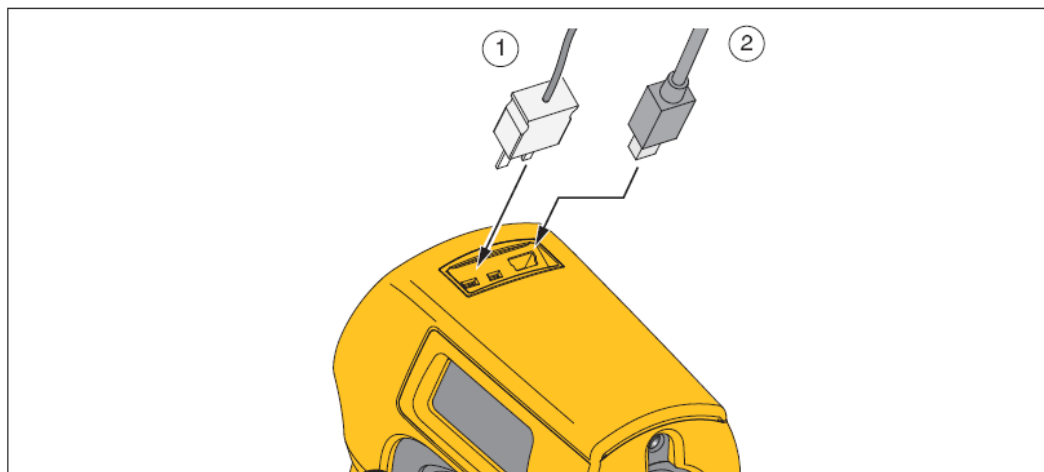

图7. 热电偶及USB连接
可使用附带的USB电缆和FlukeView®Forms文档化软件将测温仪中储存的记录下载至个人计算机。详细信息请参见FlukeView®Forms软件的资料。USB输入①位于测温仪顶部靠近外部探头输入①的位置(见图7)。
测温仪配备有一支K型热电偶探头，该探头通过测温仪顶部的探头输入连接连接至测温仪(图7)。